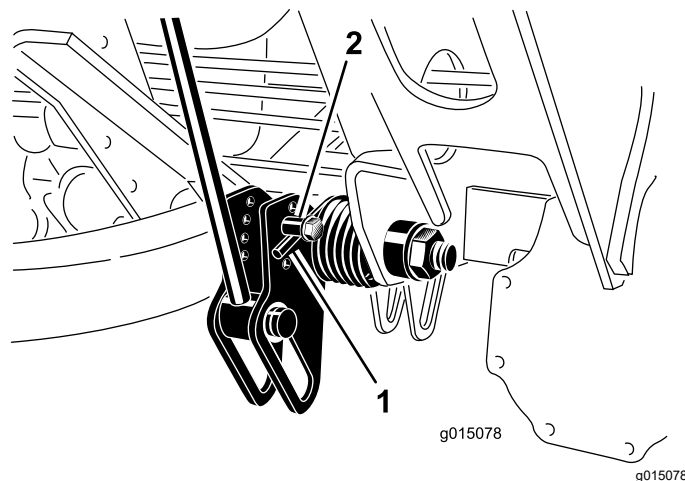

Figure 59
2. Insérez un tube ou un objet similaire sur l'extrémité longue du ressort pour détendre le ressort pendant le réglage (Figure 59).
3. Tout en détendant le ressort, retirez le boulon et le contre-écrou de fixation de l'actionneur de ressort au support (Figure 59).